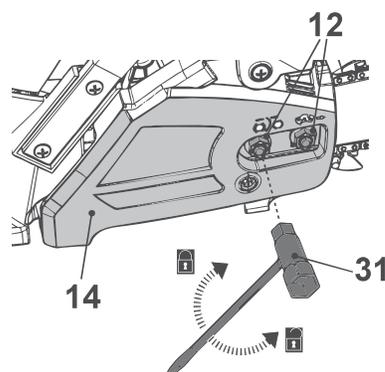

Fig. 7
9. Prenda a tampa (14) com as porcas de fixação (12) (Fig. 7).